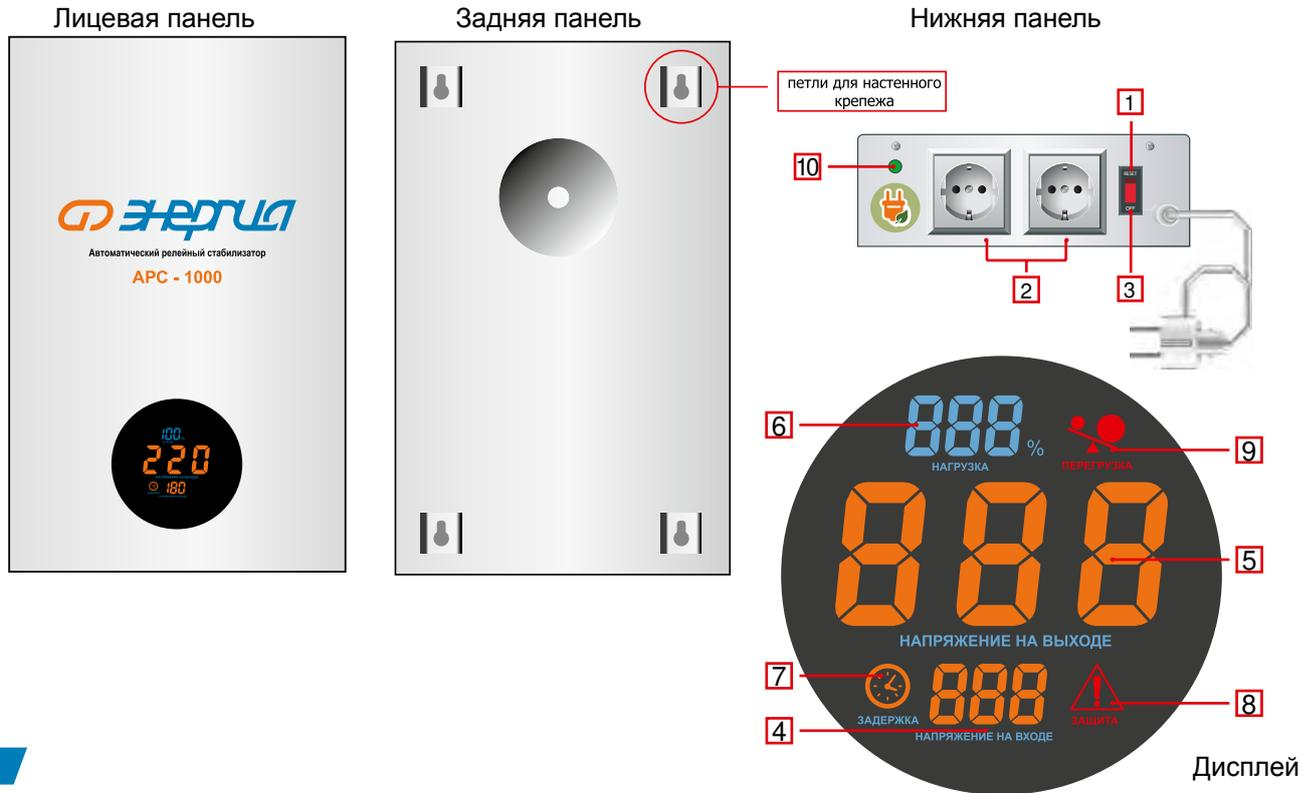

Рис.1
4.1. Перечень составных частей изделия (рис. 1)
7.2. **Подключение.** В момент включения обратите внимание, чтобы стабилизатор был выключен - сетевой выключатель в положение «Выкл» и стабилизатор обязательно должен подключаться к сети с заземлением, иначе стабилизатор нужно заземлять отдельно. Убедитесь что индикатор полярности загорелся зеленым цветом (поз.9 рис.1), если этого не произошло измените положение сетевой вилки стабилизатора на 180°.